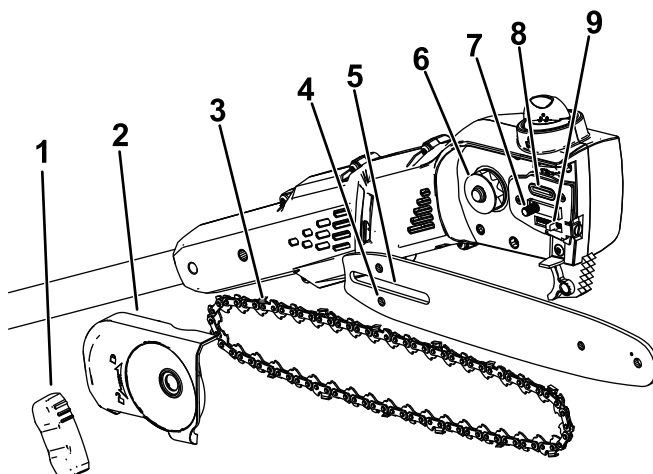

Figure 3
2. Déposez le couvercle latéral; tournez le bouton du couvercle du guide dans le sens antihoraire jusqu'à ce que le bouton puisse être retiré, puis déposez le couvercle latéral (Figure 3).
5. Placez la boucle ouverte de la chaîne (le côté qui n'est pas sur le guide) autour du pignon d'entraînement de l'élagueuse (Figure 3).
Important: Vérifiez que le goujon de réglage de la chaîne est bien inséré dans la fente correspondante sur le guide-chaîne (Figure 3).